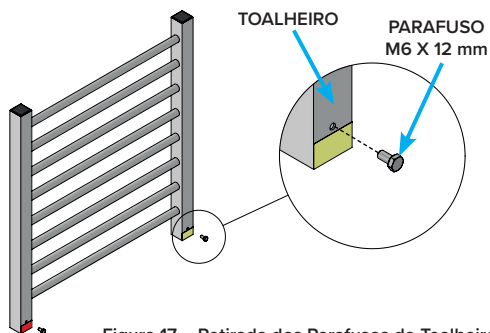

Figura 17 – Retirada dos Parafusos do Toalheiro
**1. RETIRAR** os Parafusos Sextavados M6 x 12 mm pré-instalados no Toalheiro (Figura 17);